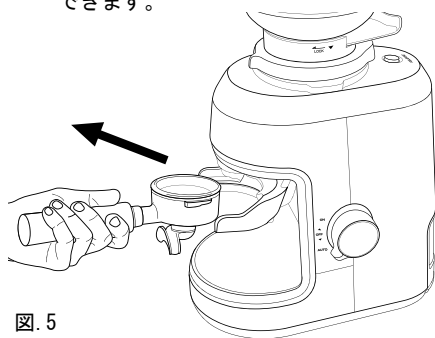
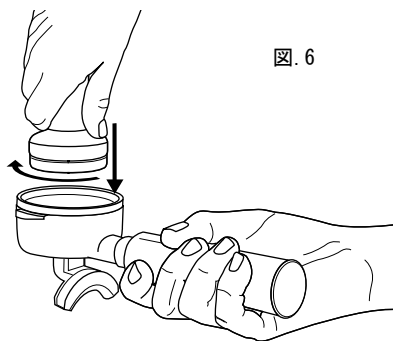

図. 5
図. 6
9. フィルターがいっぱいになったら、クレードルからフィルターホルダーを取り外します。(図. 5参照) フィルター内のコーヒー粉末をタンパーで静かに押し込んでください。(図. 6参照) 希望の量にコーヒー粉末が達するまで同じ作業を繰り返してください。